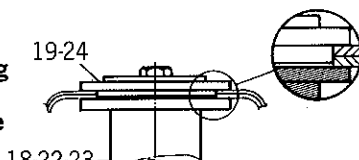

Fig. 4
Abb. 4 : Bei Vorbau- bzw. Radeinbauerneuerung wird mit dem grösseren Durchmesser der Kontroll- und Fixierplatte (19) das Ersatzteil in der richtigen Lage fixiert. Dabei ist die Ringnut nicht sichtbar.
Abb. 4 : Beim Erneuern der Abstützung für die Vorderfeder wird mit dem Grösseren Durchmesser der Kontroll- und Fixierplatte (24) das Ersatzteil in der richtigen Lage fixiert. Dabei ist das Ringnut nicht sichtbar.